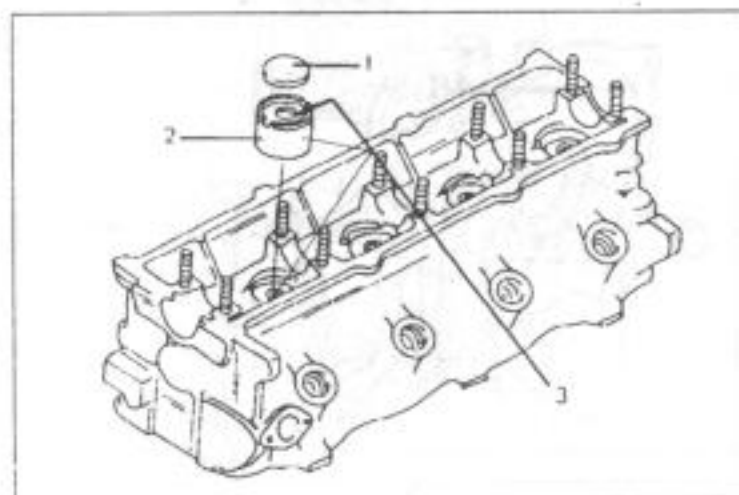

Рис. 62.
• Толкатели и их регулировочные шайбы смазать моторным маслом и вставить в первоначальные отверстия. Регулировочные шайбы входят в толкатели (рис. 62).